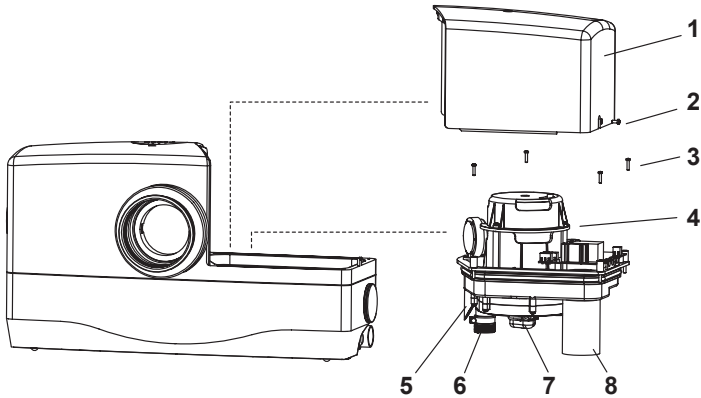

Abbildung 9
- / Bei dem Entfernen der Abdeckhaube (1) die Sicherungsschraube (2) entfernen.
- / Bei Ausbau Motor-Pumpeneinheit (4) die Befestigungsschrauben (3) entfernen (Abbildung 9).
Sollte die Hebeanlage dann immer noch nicht einwandfrei arbeiten, muss wie auf Seite 19, Abbildung 9 die Motor-Pumpeneinheit zur weiteren Prüfung ausgebaut werden.